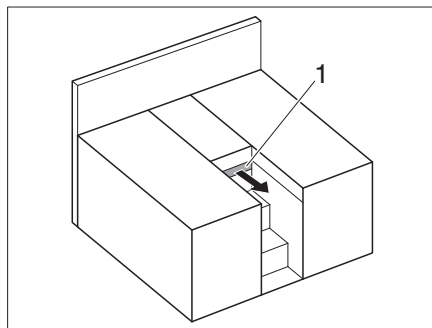

Fig. 172 Lits simples
- Retirer la rallonge (Fig. 172,1).